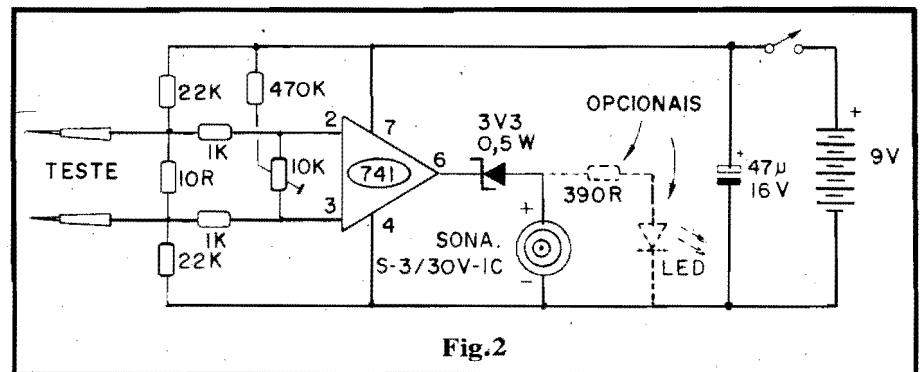

Fig.2
- FIG. 2 - O CIRCUITO DO ANACON - "Achar a diferença" entre "nada Ohms" e "quase nada Ohms" é uma tarefa típica para o ainda onipresente Integrado 741, Amplificador Operacional fácilimo de ser circuitado como comparador de precisão (caso do presente projeto ...). Graças aos valores pré-calculados dos resistores que polarizam suas Entradas Inversora e Não Inversora (pinos 2 e 3), e ainda à presença do trim-pot de ajuste, podemos ajustar o bloco para sentir minúsculos diferenciais de Tensão, ocasionados por também minúsculos valores Resistivos! A partir da calibração, facilmente efetuada através do citado trim-pot (detalhes sobre a operação, no final do presente artigo...), enquanto o valor resistivo entre as pontas de teste situar-se acima do pequeníssimo valor pré-estabelecido, a Saída do 741 (pino 6) se manterá "baixa" (próxima a "zero" Volt), com o que o sinalizador sonoro